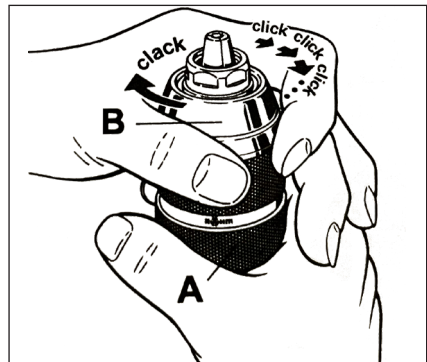

Abbildung 3: Bedienung des Spannfutters
3. Bei Bohrmaschinen mit Doppelhülsen-Schnellspannbohrfutter greifen Sie die Hülsen A und B und drehen die Hülse B gegen den Uhrzeigersinn zum Lösen der Spannbaken des Bohrfutters und im Uhrzeigersinn zum Festziehen (siehe Abbildung 3). Führen Sie das Zubehör etwa 2 cm (3/4") in das Bohrfutter ein und ziehen Sie es fest, indem Sie die Hülse B im Uhrzeigersinn drehen, bis sie hörbar einrastet. Nach einigem Drehen und wenn kein Klicken mehr aus dem Bohrfutter zu hören ist, ist der Bohrer fest eingespannt.